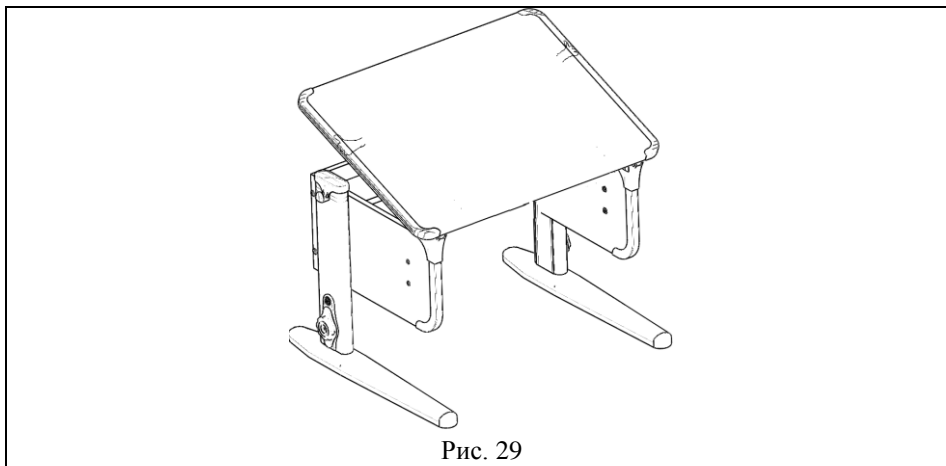

Рис. 29
- приподнять столешницу, держась за дальний левый или правый угол столешницы, на нужный угол наклона, см. рис. 29;